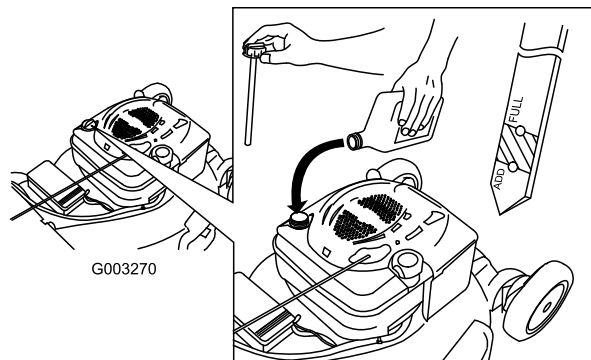

Figure 12
1. Retirez la jauge, essuyez-la sur un chiffon et remettez-la dans le goulot de remplissage (Figure 12).
2. Sortez de nouveau la jauge et contrôlez le niveau d'huile (Figure 12). Si le niveau n'atteint pas le repère minimum (Add) de la jauge, versez **lentement** suffisamment d'huile dans le goulot de remplissage pour faire monter le niveau au repère maximum (Full). **Ne remplissez pas excessivement.** (Remplissage max. : 0,59 l (20 oz.), type : huile détergente SAE 30 de classe de service API SF, SG, SH, SJ, SL ou supérieure.)